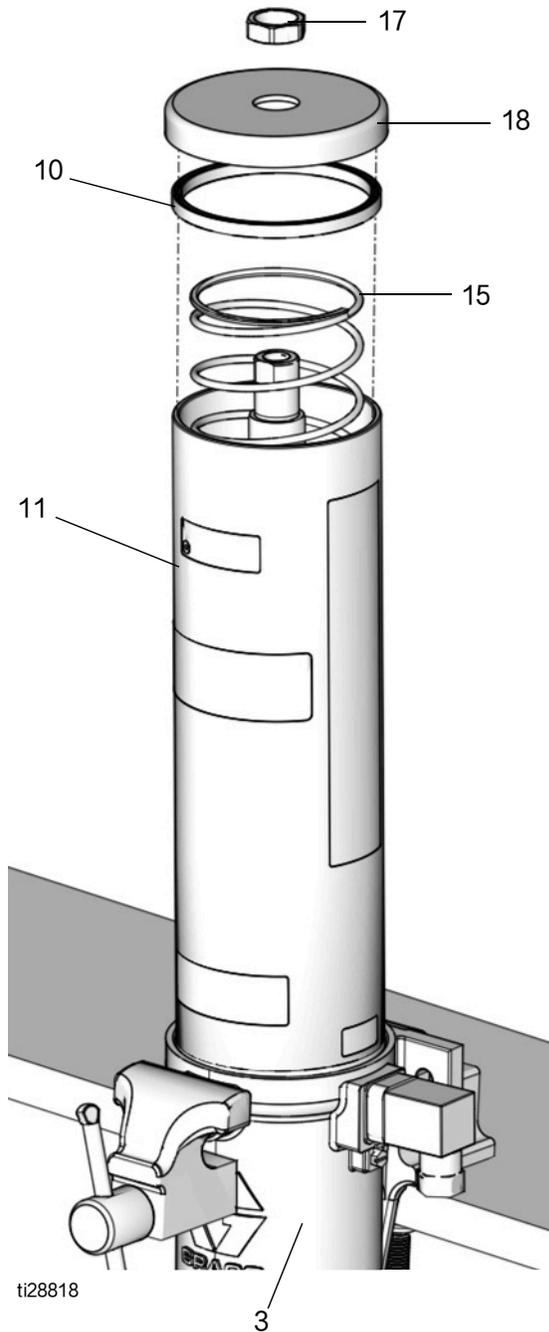

图 39
19. 液箱垫圈 (10)
将液箱垫圈 (10) 安装到液箱 (11) 的底部, 如图 39 所示。
20. 将液箱 (11) 安装到气动马达气缸 (3) (图 39)。
21. 在液箱 (11) 中安装弹簧(15) (图 39)。